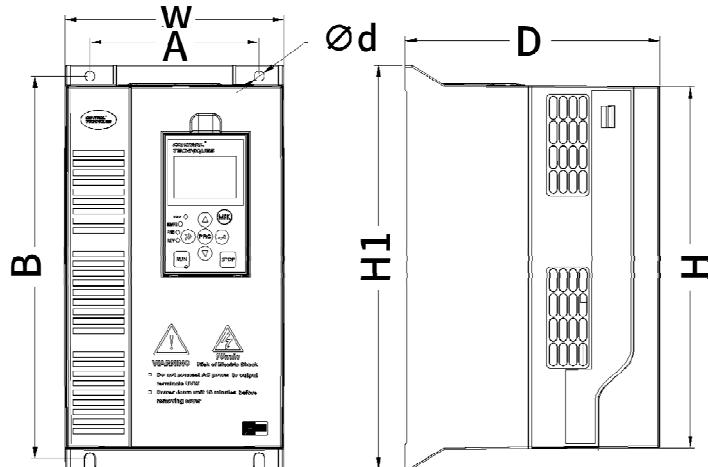

图 8-2 NE300--4T0015G/0022PB 至 4T2500G/2800P-D 尺寸示意图
NE300-4T0015G/0022PB 至 4T2500G/2800P-D 产品外形/ (包装) 尺寸和净/ (毛) 重请见表 8-21，注意 ( ) 中的数据为对应的包装尺寸和毛重。尺寸标注请见图 8-2。
■ 图 8-2 为尺寸示意图，细节外形特征有差异。